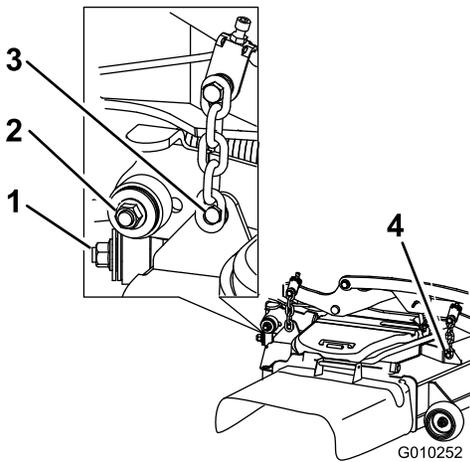

Figura 99
- Retire y guarde los herrajes de ambos lados de la carcasa (Figura 99).